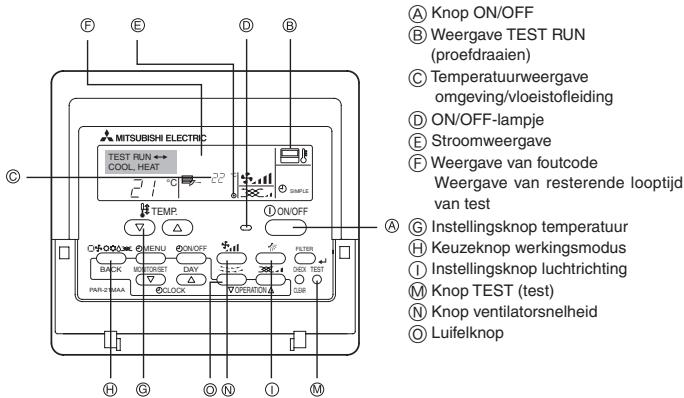

Fig. 6-1
6. Proefdraaien (Fig. 6-1)
Afstandsbediening met draad (Fig. 6-1)